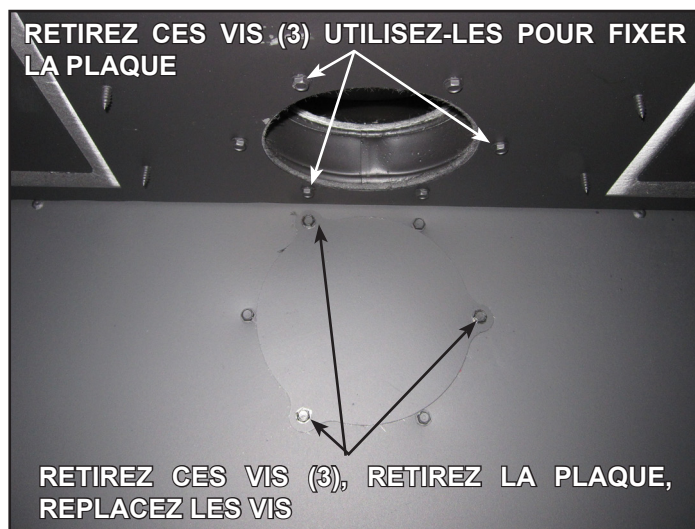

Figure 6.14
17. À l'intérieur de la boîte à feu, retirez la plaque et le joint à l'arrière de la boîte à feu en retirant trois vis comme illustré à la figure 6.14. Jeter le joint. Replacez les vis à l'arrière de la boîte à feu. Retirez trois vis comme illustré à la figure 6.14. Fixez la plaque et le nouveau joint, inclus dans le kit, avec trois vis.